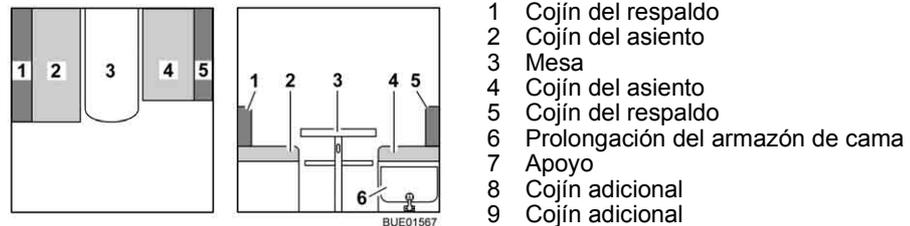

Fig. 95 Antes de la transformación
- Transformar la mesa (Fig. 95,3) en base de cama (véase apartado 6.12).
- Desbloquear la prolongación del armazón de cama (Fig. 95,6) y plegarla hacia arriba.